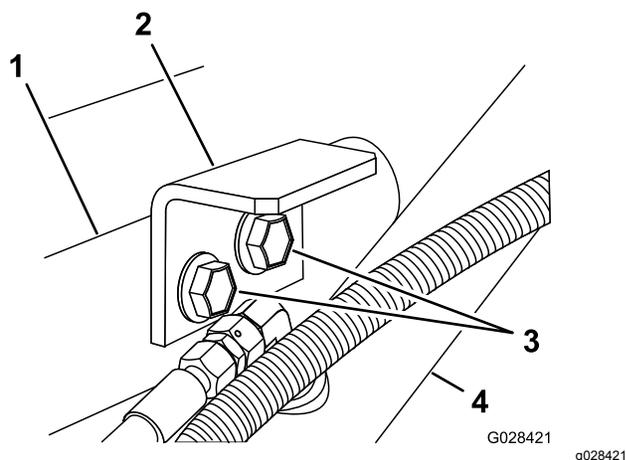

Рисунок 7
3. Установите прижимные кронштейны на опорный кронштейн и раму с помощью двух болтов с фланцевыми головками и фланцевой контргайки, снятых при выполнении действий, описанных в пункте 1 (Рисунок 7).